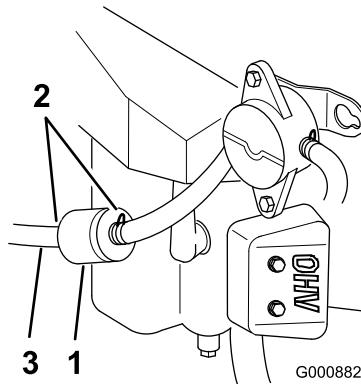

Figura 37
- Afloje la abrazadera cerca del filtro de combustible y deslícela por el tubo, alejándola del filtro de combustible (Figura 37).
- Retire el tubo de combustible del filtro (Figura 37).
- Apriete los extremos de las abrazaderas y deslícelas por el tubo alejándolas del filtro (Figura 37).
- Instale un filtro nuevo y acerque las abrazaderas al filtro (Figura 37).